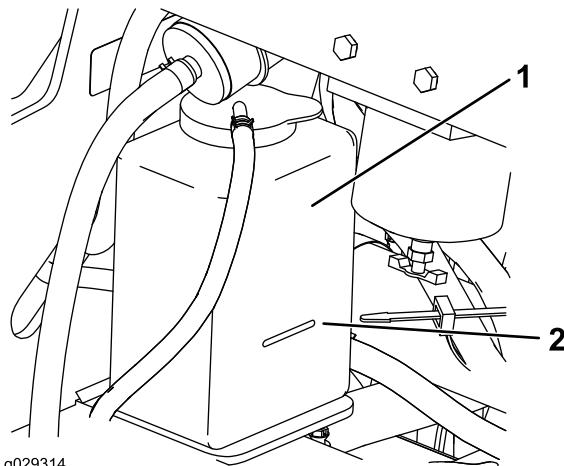

Рисунок 68
- Проверьте уровень охлаждающей жидкости в расширительном бачке (Рисунок 68).